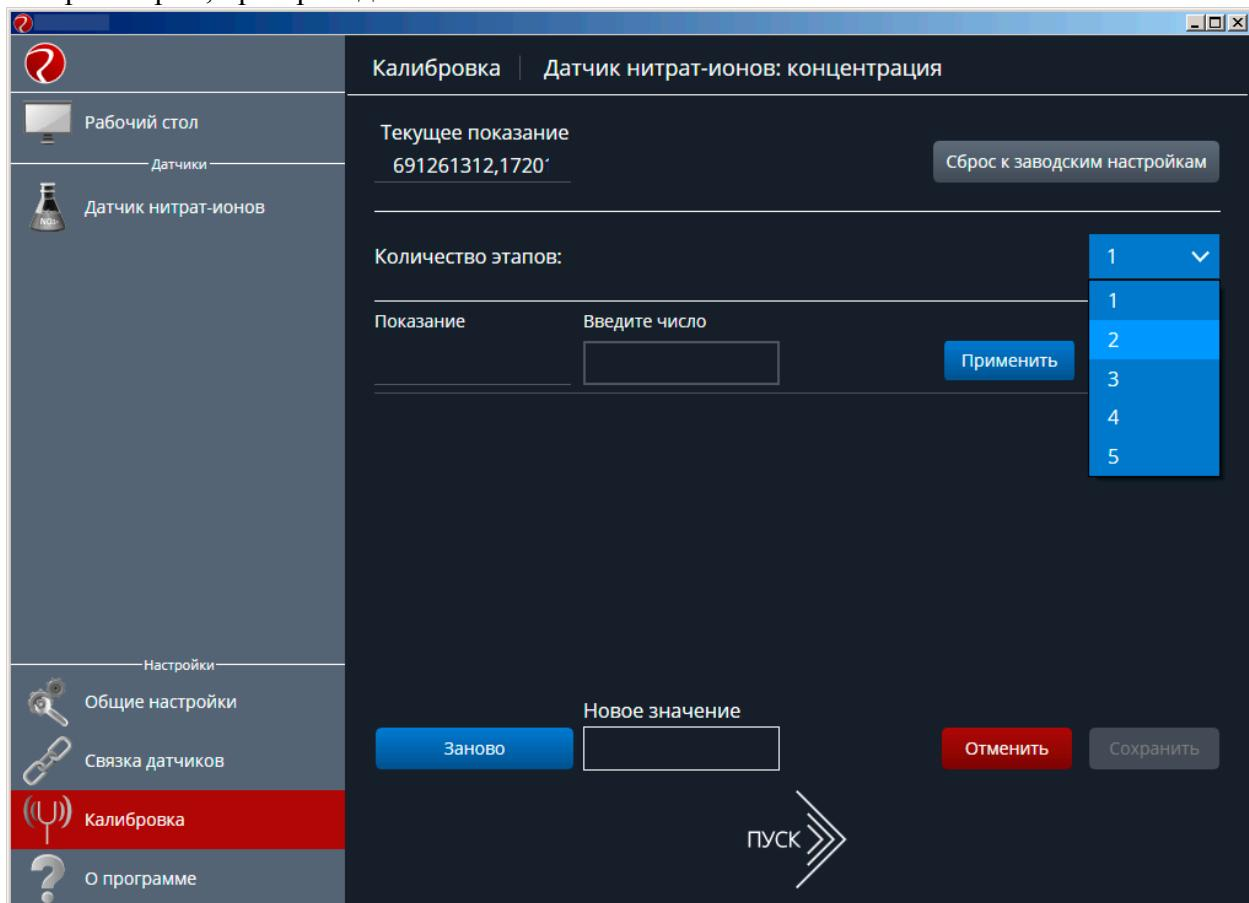

Рисунок 4 – Выбор количества этапов калибровки
- 8) Если пароль введен верно, на экране появится окно калибровки датчика (рис. 4). С помощью выпадающего списка в меню «Количество этапов» необходимо выбрать число калибровочных растворов, на основании которых будет производится калибровка параметров датчика нитрат-ионов (от 2 до 5). При проведении спланированного эксперимента рекомендуется проводить калибровку датчика по 2 – 3 калибровочным растворам, при проведении химического анализа – по 5.